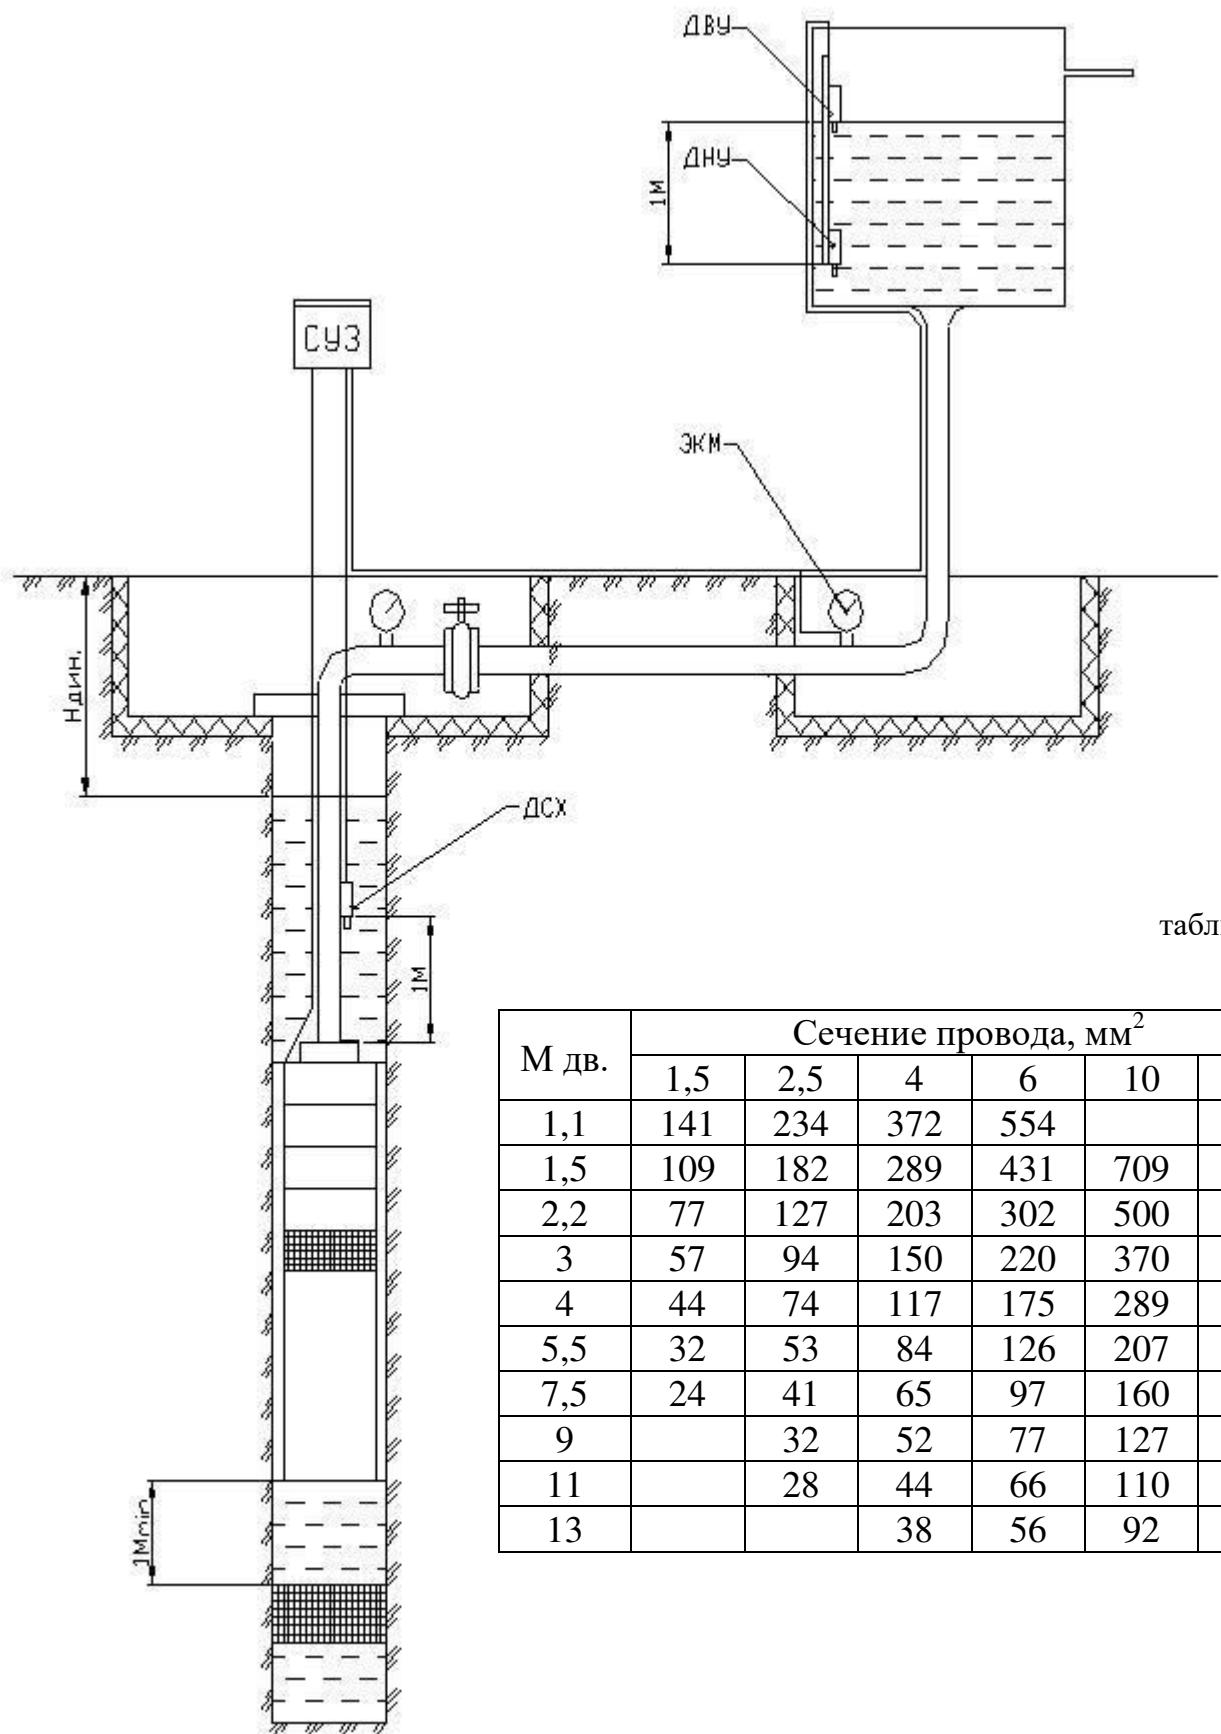

Рис.2
4.5 Датчик сухого хода укрепляется на водоподъемной трубе на расстоянии 1м от патрубка напорного электронасоса металлическим хомутом и соединяется со станцией проводом, второй провод подключается к оголовку скважины (см. рисунок 2).